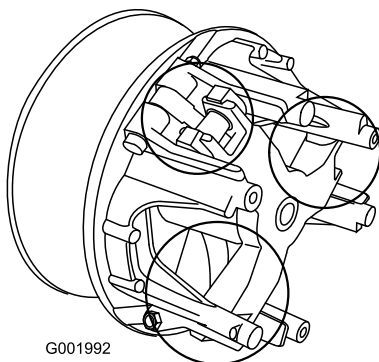

Figure 60
5. Lubrifiez les pièces mobiles aux endroits indiqués par des cercles à la Figure 60 avec du lubrifiant sec en aérosol de marque Toro, disponible auprès des concessionnaires ou distributeurs Toro agréés.